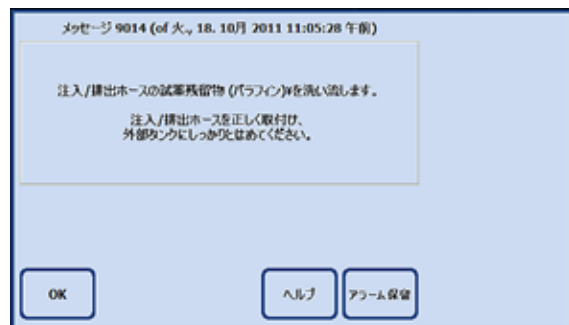

図 167
- 画面に処理が完了したことを示すメッセージが表示されます (図 167)。OK でこれを確認し、作業を続行します。